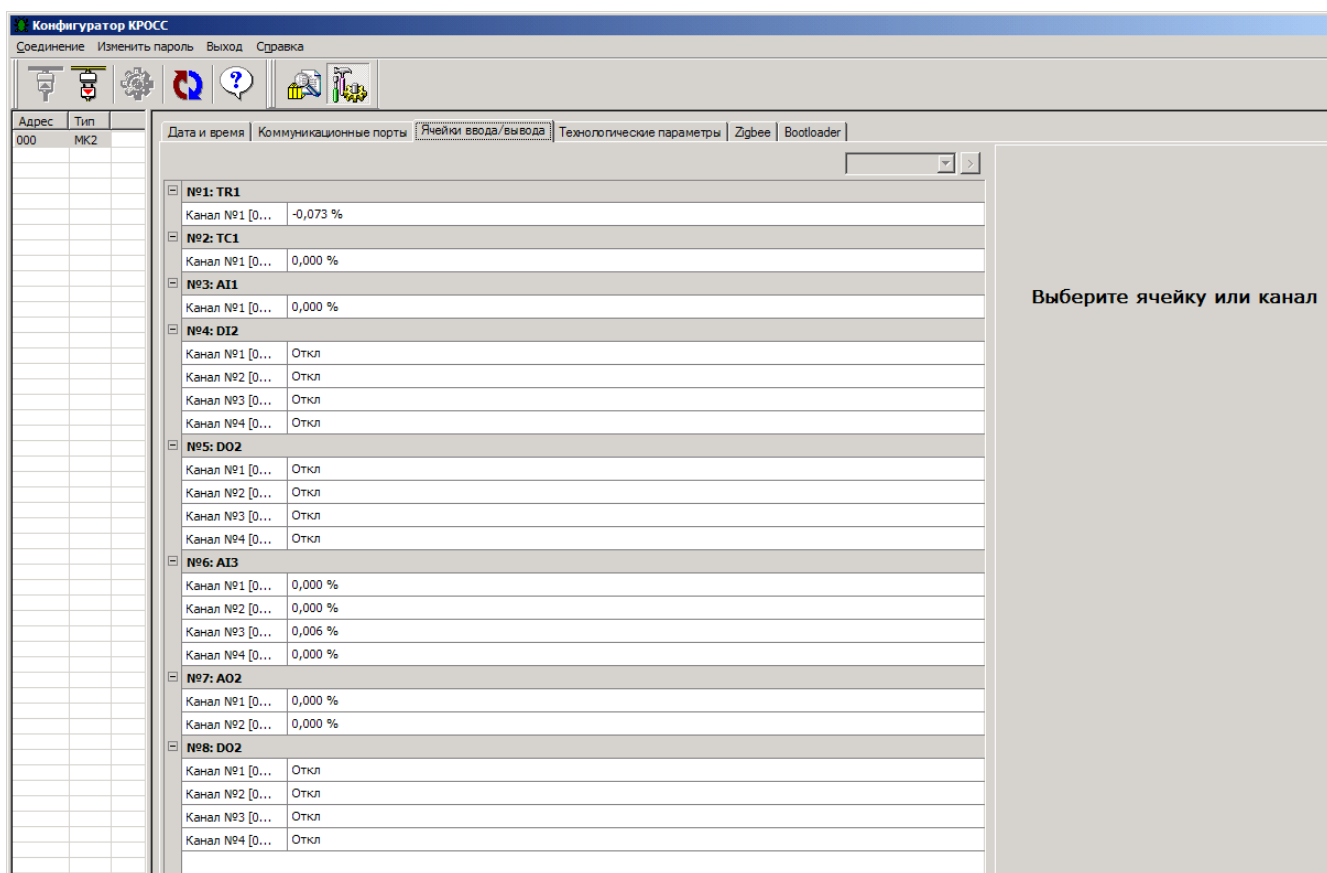

Рисунок 5.6
5.2.5 Закладка "Ячейки ввода-вывода" (рисунок 5.6) позволяет задать аппаратную конфигурацию МК2, выбирая соответствующую ячейку, настроить параметры ячеек и каналов.